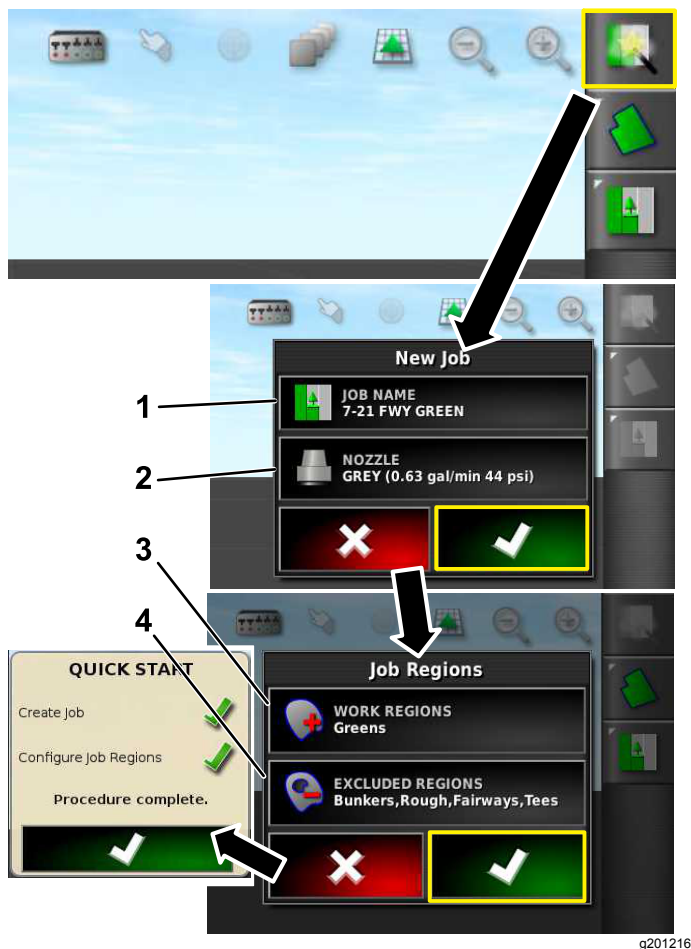

Figura 8
2. Introduza um novo nome para o trabalho (Figura 8).
4. Selecione a região de trabalho em que vai pulverizar (ou seja, fairways, greens, tees, etc.) (Figura 8).
5. Selecione as regiões excluídas em que não vai pulverizar (ou seja, bunkers, árvores, etc.) (Figura 8).